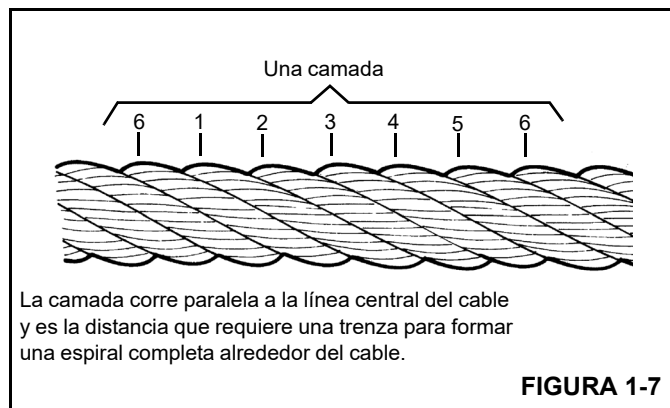

FIGURA 1-7
- En los cables móviles, si hay seis hilos rotos distribuidos al azar o tres hilos rotos en una misma trenza de una camada (Figura 1-7).